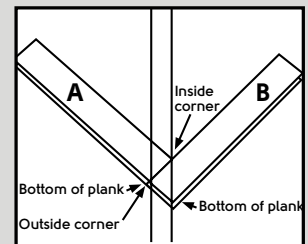

Figure. 5
5. Voici l'angle de départ. Remarque : des cales de 5 mm doivent être utilisées contre tous les murs et les piliers verticaux (Figure 5).
6. Alignez le bord du coin extérieur de la lame « A » avec le coin intérieur de la lame B sur la ligne opposée (Figure 5).